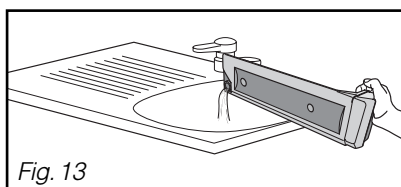

Fig. 13
Le bac de récupération doit être vidé après chaque cycle de séchage (Fig.13).
- Videz le bac (Fig. 13).